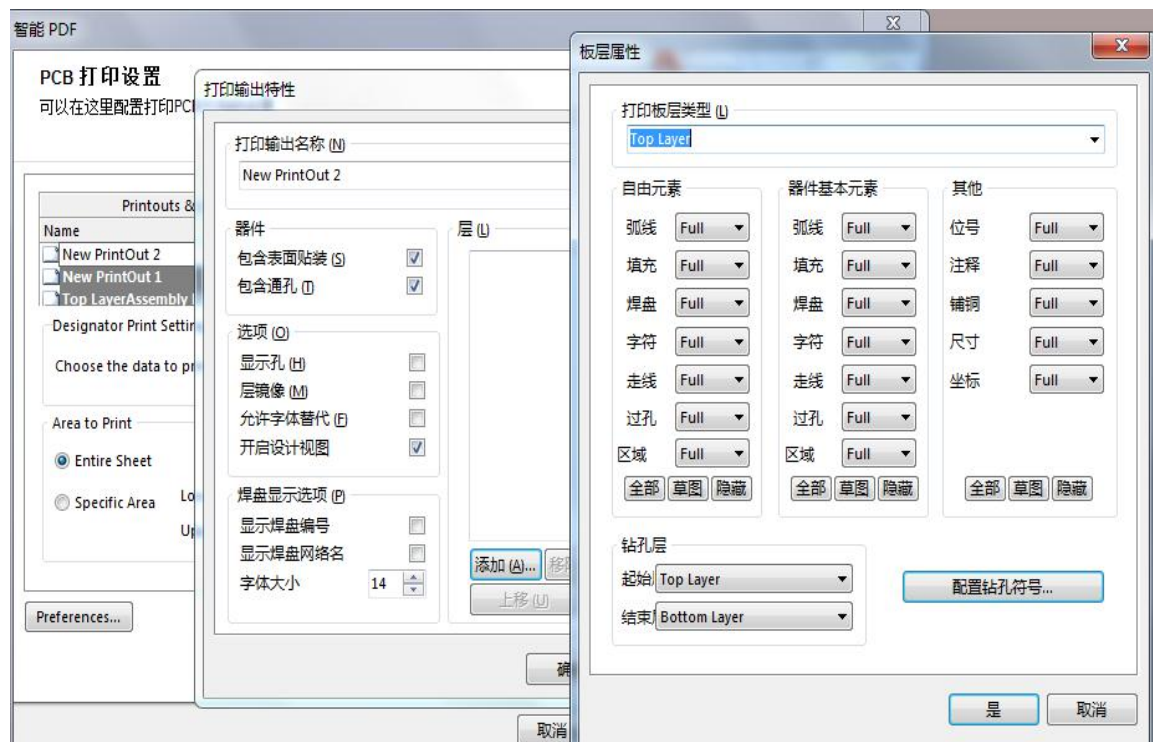

图5-18
(2) 然后单击“添加”按钮，进行相关输出层的添加、删除等操作，如图5-18所示。每栏目录对应一层即可。